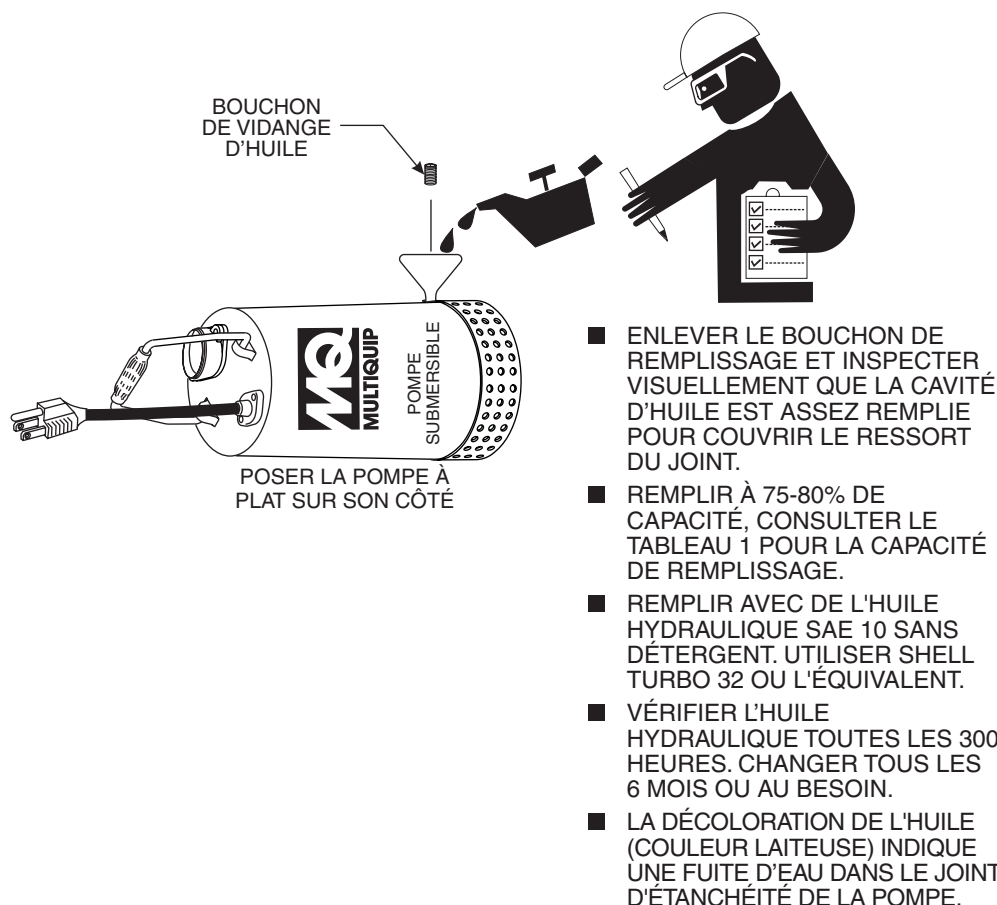

Figure 12. Vérification de l'huile hydraulique
1. Mettre la pompe (Figure 12) sur le côté avec le bouchon d'huile tourné vers le haut.